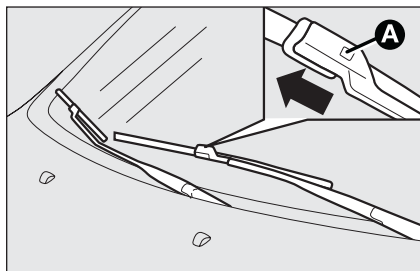

fig. 16
- appuyer sur l'agrafe **A**-fig. 16 du ressort d'accrochage et enlever du bras le balai;